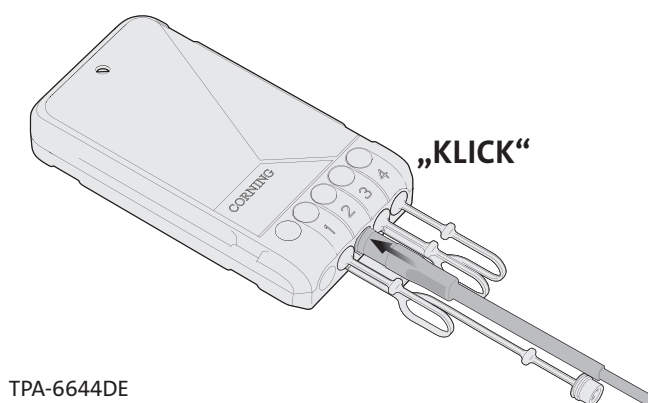

Abbildung 25
Schritt 3: Setzen Sie den Steckverbinder in den Terminalanschluss, bis die Taste klickt und die Verriegelung eingerastet ist (Abbildung 25).